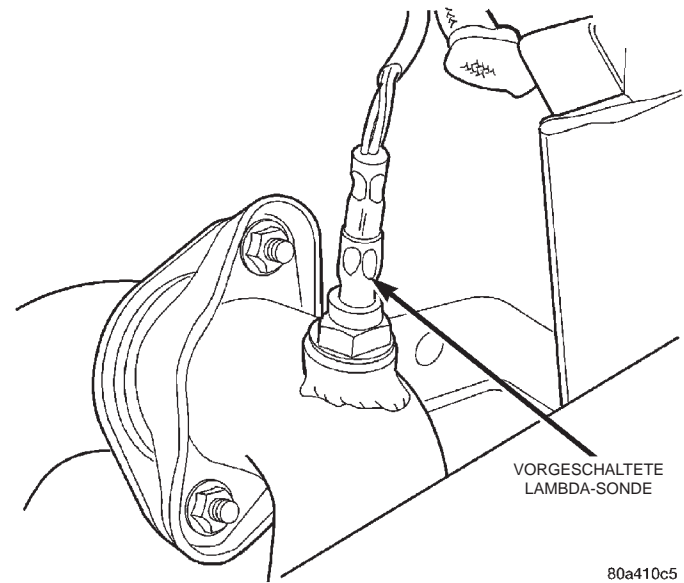
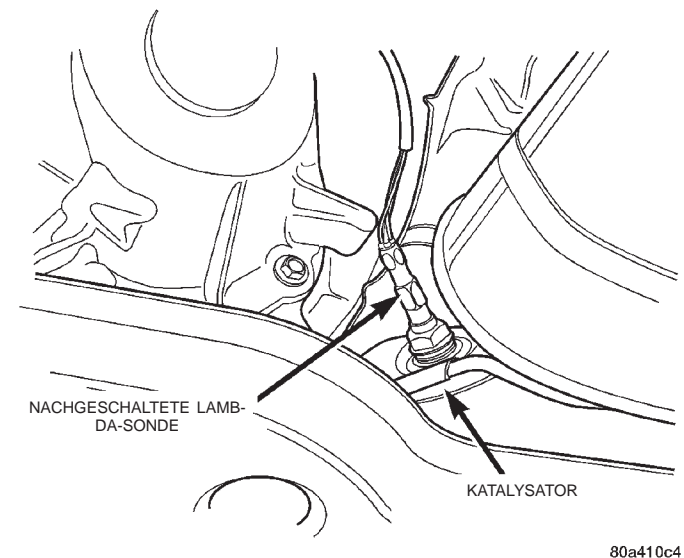

Abb. 23 Vorgeschaltete Lambda-Sonde
Abb. 24 Nachgeschaltete Lambda-Sonde
(20) Das Fahrzeug anheben und sicher abstützen.
(21) Prüfen, ob die Steckverbinder an beiden Lambda-Sonden korrekt angeschlossen sind. Die Lambda-Sonden und die Steckverbinder auf Beschädigung prüfen (Abb. 23) oder (Abb. 24).